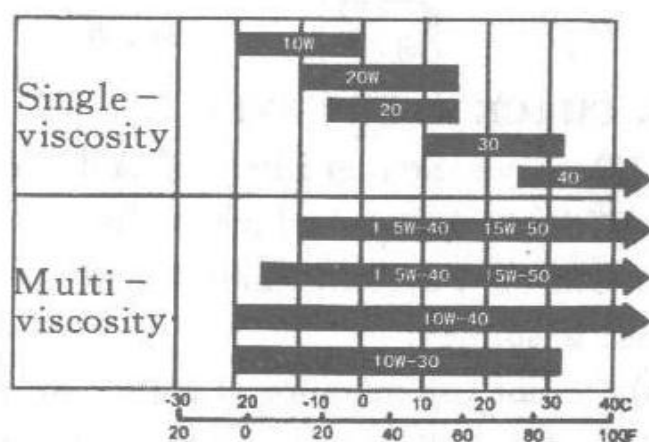

Fig. 5
- Usar aceite para motor de gasolina de 4 tiempos o aceite motor de calidad equivalente SF, SG de API (fig. 5). La velocidad del aceite cambia según la temperatura media, por lo tanto elegir un aceite motor con una velocidad adecuada y en conformidad con la temperatura de nuestra región.